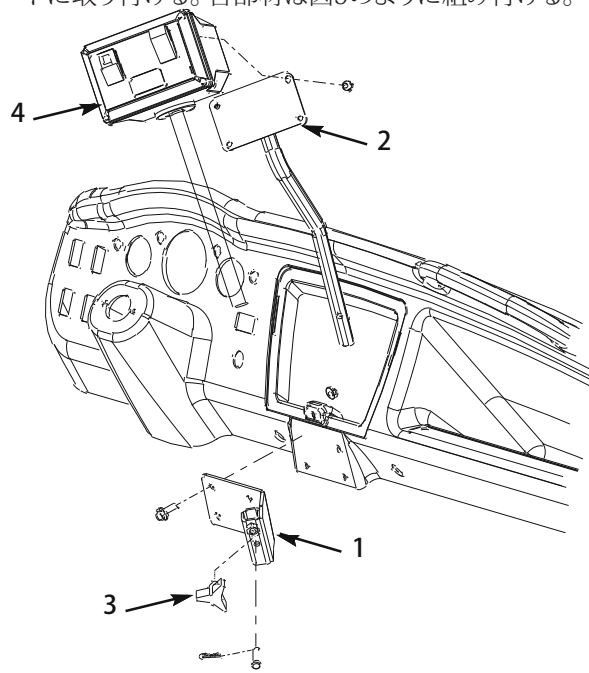

図9
1. キャップスクリュー (5/16-18 x 1 in; 4本) とナットを使用して、レシーバ・アセンブリをワークマンのダッシュボードに取り付ける。各部材は図9のように組み付ける。
2. ネジ 4 本を使ってコントロール・ボックスを取り付けアセンブリに固定する (図 9)。
レビス・ピンとコッター・ピンで固定する (図 9)。
4. レシーバのノブを締めて支柱を固定する (図 9)。